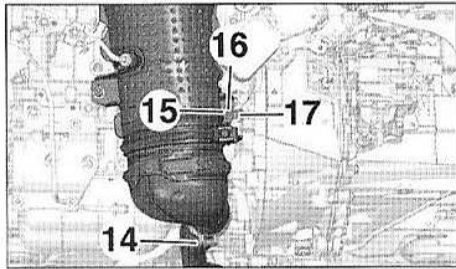

FIG.7
- le collier de tuyau d'échappement (14) (Fig.7),
- l'écrou (15),
- le goujon (16),
- la vis (17) d'accouplement moteur/boîte de vitesses,